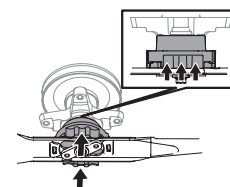

Figure 3
3. Poussez la bague de verrouillage vers le haut et retenez-la. Voir Figure 3.
7. Poussez la lame de déshiquetage contre l'adaptateur de lame jusqu'à ce que la bague de verrouillage se soulève. Voir Figure 3.